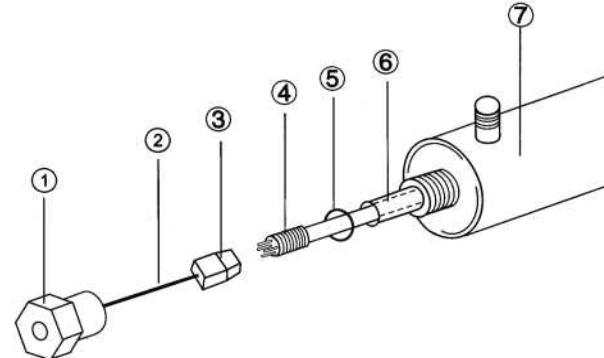

Рисунок 2
- 5.7 Установите кварцевый чехол 6 в корпус камеры обеззараживания 7 так, чтобы края чехла находились на равных расстояниях от торцов камеры (см. рисунок 2).
Для эффективной работы Установки необходимо периодически (примерно 1 раз в 1-3 месяца, в зависимости от качества воды) очищать кварцевый чехол от возможных солевых загрязнений. Для этого (см. Рис.2):
Для замены лампы выполните следующее (см. Рис. 2).
Для замены кварцевого чехла выполните следующее (см. Рис.2).